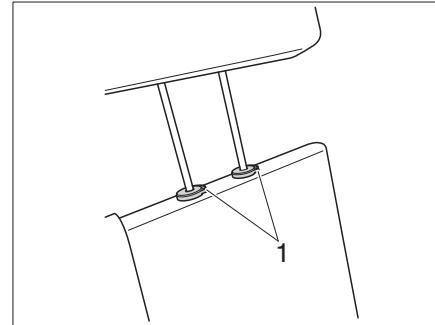

Fig. 22 Poggiatesta del sedile
- Premere entrambi i tasti di sicurezza (Fig. 22,1) e regolare o rimuovere il poggiapiedi.